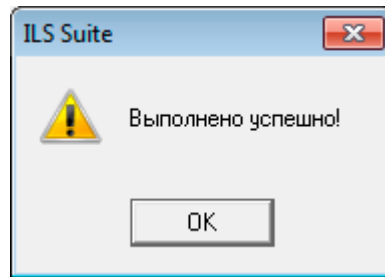

Рис. 10-117 – Информационное сообщение о перезаписи параметров надежности для выбранного компонента
- 4) В открывшемся диалоговом окне нажать кнопку «Да» для подтверждения действия (рис. 10-117).